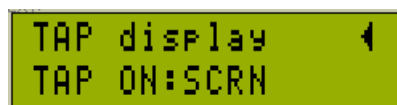

Рисунок 16
Так же контроллер способен отображать темп, заданный на процессоре, если процессор отправляет советующее midi сообщение, и данный тип поддерживает контроллером(Fractal Audio Systems Axe-Fx, Axe-Fx II(XL) и Kemper Profiler Amplifier). Отображение темпа можно настроить в меню «Exp&Tap&Tuner» -> «TAP display»(см. Рисунок 16)